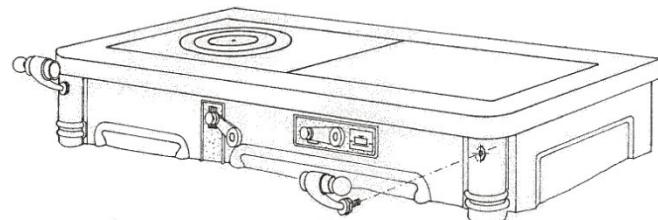

Fig. 2
**Soporte derecho:** introducir girando en el sentido de las agujas del reloj, y faltando  $\frac{1}{2}$  vuelta para llegar al tope, se posiciona oblicuamente con la parte esférica hacia abajo y al exterior (fig. 2 y 3).